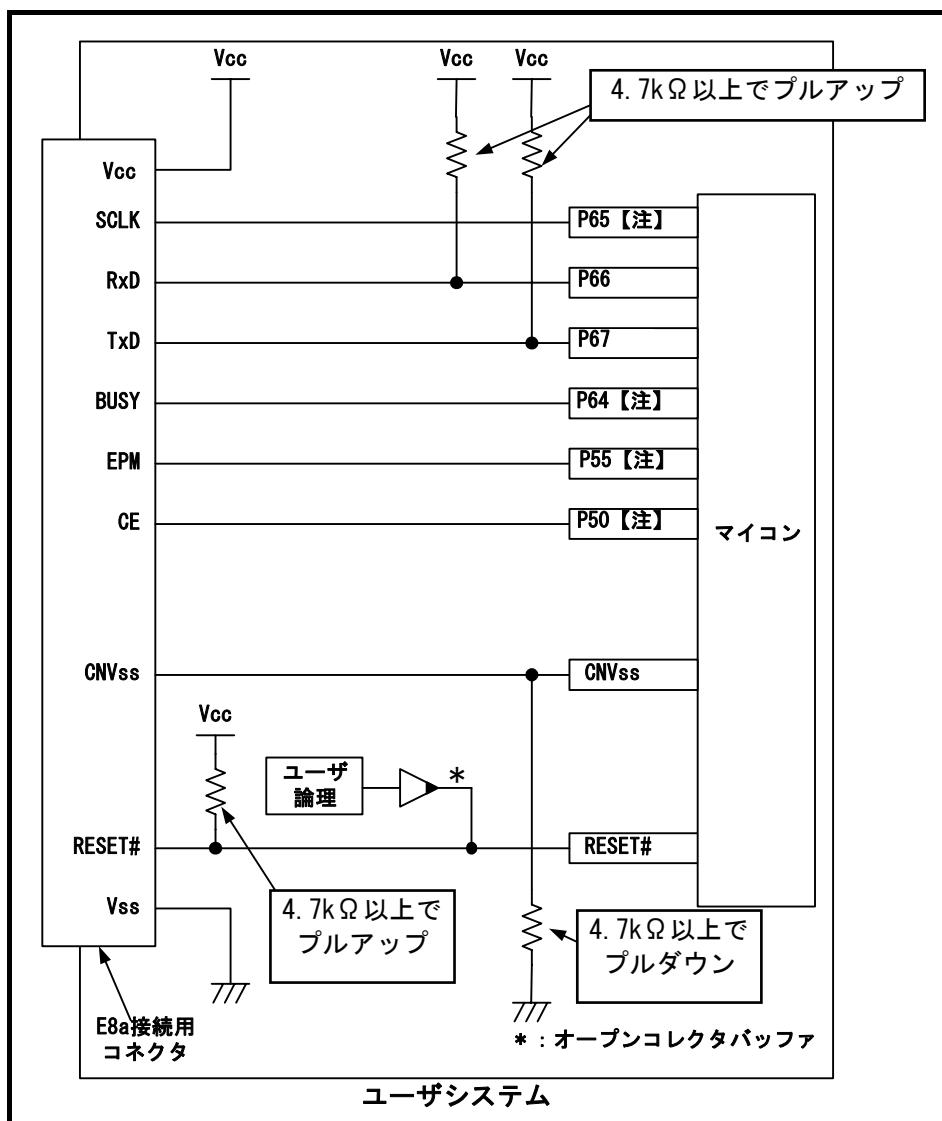

図 4.1 E8aの接続例(単一電源かつシングルチップモードの場合)
- 単一電源かつシングルチップモードの場合 : 図 4.1参照